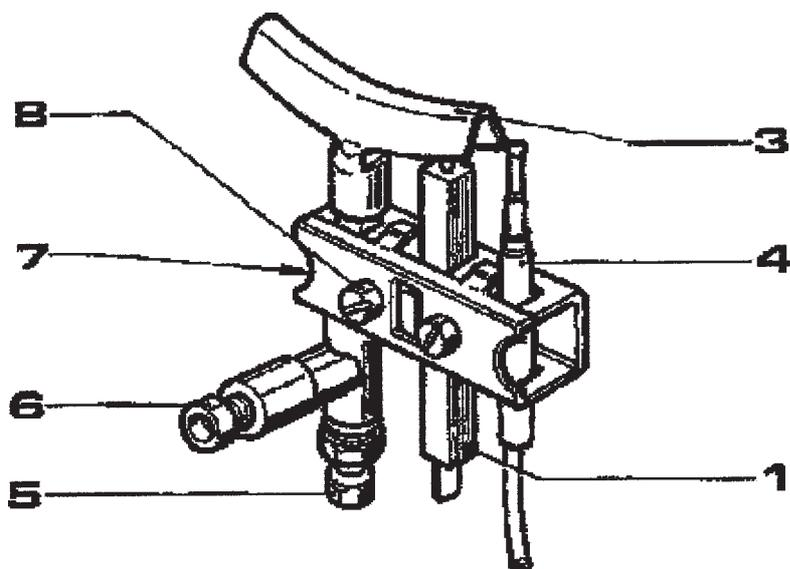

Fig. 7
- Desenroscar los dos tornillos (Fig. 7 pos. 8) con una llave de 8 mm.
- Desmontar la bujía (Fig. 7 pos. 1) y el termopar (Fig. 7 pos.4)
- Sustituir el cuerpo del quemador piloto (Fig. 7 pos.3).